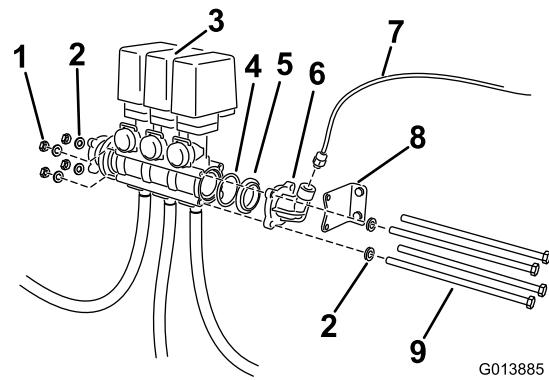

図 4
2. バルブ・アセンブリを固定している長いボルト類をゆるめる（図 4）。外したボルト類はすべて保管すること。バルブ・アセンブリを右側に寄せせる。
3. エルボ・アダプタとガスケットを外す（図 4）。既存のバルブ・ボディの中に入っているOリングを探し出す。外した部品をなくさないこと。既存のバルブ・アセンブリからブラケットを遠ざける。